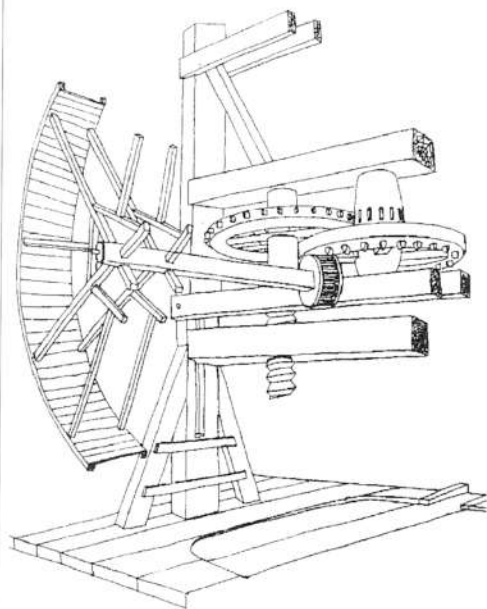

Figure 1 : Choisy-en-Brie : pressoir à cidre M. Pintrand, d'après le Musée national des ATP, reproduit dans⁽¹⁰⁾.
La pression était donnée à partir de la cage d'écureuil par un système d'engrenages dont le schéma ci-joint du Musée national des A T P donnera une meilleure idée qu'un discours (figure 1 ci-contre). Tout était intégralement en bois. Une maquette se trouve à l'Ecomusée de Savigny-le-Temple. Je ne suis pas allé la voir, car j'avais suffisamment d'exemples réels. Je ne le regrette pas, car on m'a dit que ce n'était pas une vraie maquette mais seulement un modèle de principe.
- **Cage d'écureuil**, appelée *roue* chez nous, mais aussi *roue à écureuil*, *roue d'écureuil* et même *tournette*. Je rappelle que c'est cette roue qui nous intéresse ici au premier chef. Voir les figures 1 et 5.
– **Jeu de roues d'engrenages** (figures 1 et 5)
– descente d'une ou deux vis, dites *vis centrales* : figures 1 et 4.